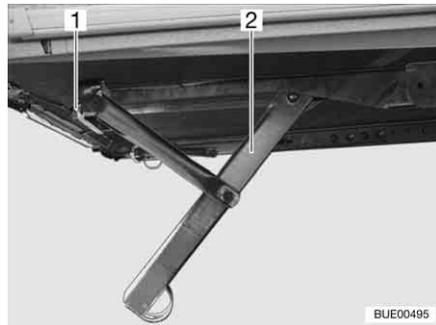
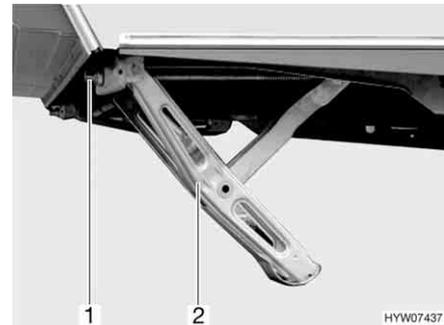

Bild 17 Kurbelstütze heruntergekurbelt (Variante 1)
Bild 18 Kurbelstütze heruntergekurbelt (Variante 2)
- Die serienmäßig beigelegte Handkurbel auf den Sechskant (Bild 17,1 oder Bild 18,1) der Kurbelstütze (Bild 17,2 oder Bild 18,2) stecken.